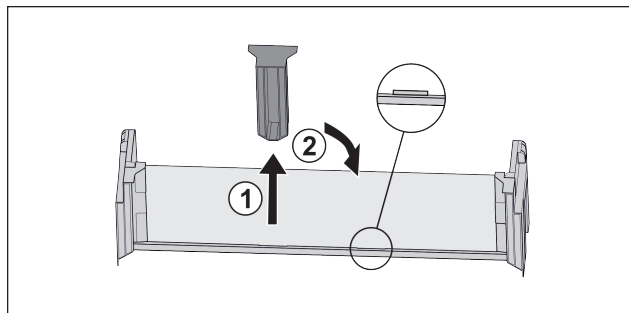

Fig. 76
- ▶ Desprindeți piesa de susținere intermediară Fig. 76 (1).
- ▶ Introduceți piesa de susținere intermediară la a doua poziție Fig. 76 (2).